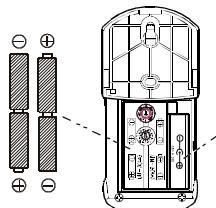

Fig. 9
2. Plaats 4 nieuwe AA 1,5 V alkalinebatterijen met de juiste polariteit. Fig. 9